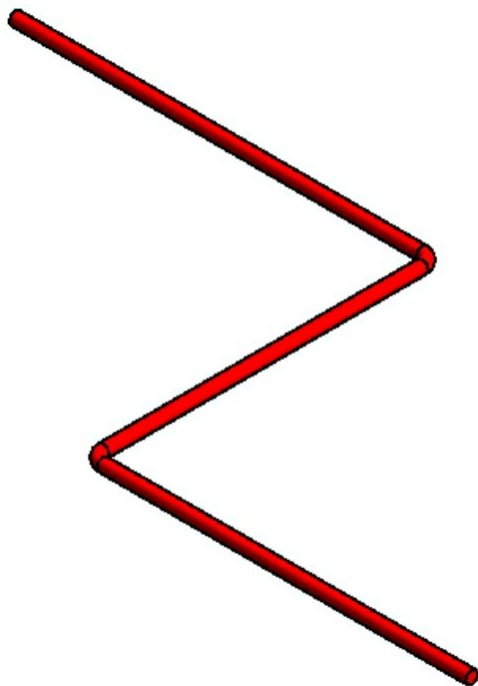

图3-101
(6) 绘制一段管道，管道自动变成我们设置的红色了，如图3-101所示。